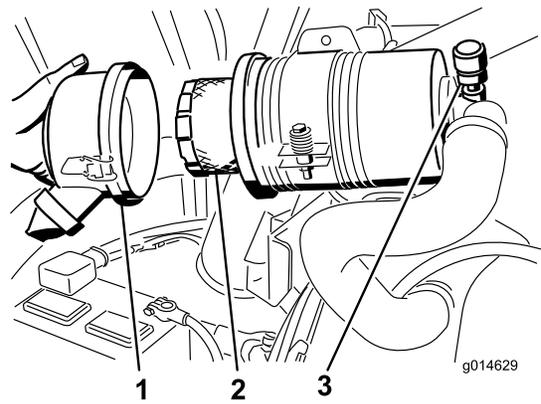

Figura 62
3. Retire e substitua o filtro (Figura 62).